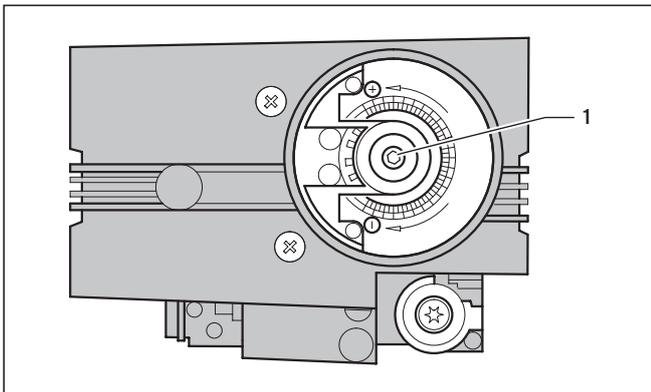

Abb. 6.3 Gaskombi-Flussschraube
Die Gaseinstellung für die Nennwärmebelastung erfolgt über die Gaskombi-Flussschraube (1, Abb. 6.3) mittels eines Innensechskantschlüssels 3 mm der Gasarmatur.
- Korrigieren Sie bei Bedarf den CO₂-Gehalt an der Gaskombi-Flussschraube (1, Abb. 6.3) mittels eines Innensechskantschlüssels 3 mm gemäß Tab. 6.6.